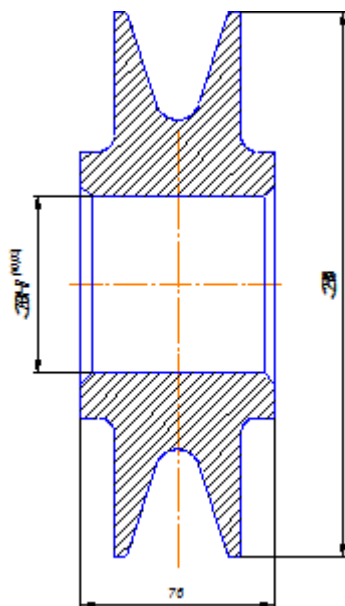

Рис. 6.2. Представление ролика с удаленными лишними размерами и обозначениями шероховатости
- После удаления всех лишних размеров и обозначений шероховатости базовая деталь **Ролик** будет выглядеть так, как показано на рис. 6.2.